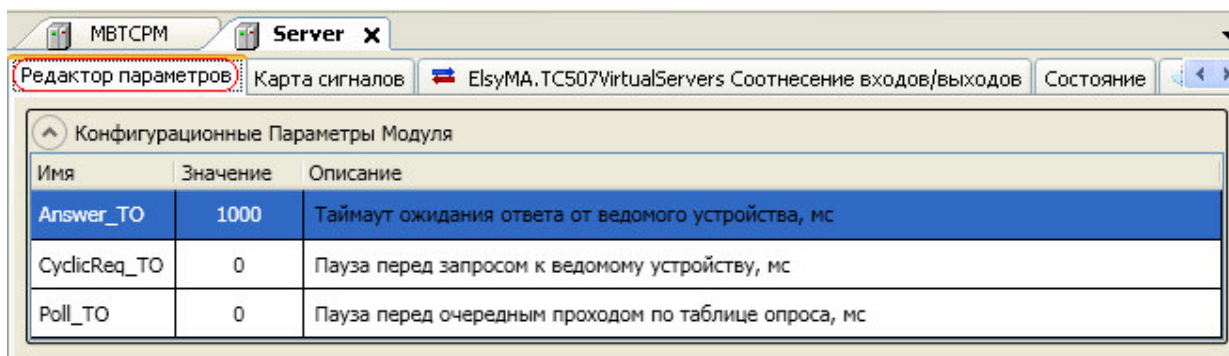

Рисунок 3.12 – Модуль **Modbus TCP Server**. Закладка "Редактор параметров"
- 2 Перейти на закладку **Редактор параметров** (рисунок 3.12).